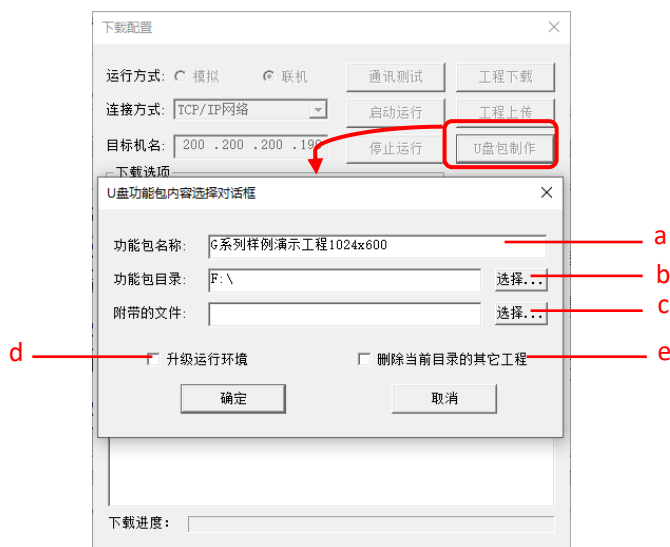

图 2.5-3 U 盘功能包制作
- ① 准备一只 FAT32 格式的 U 盘，插入电脑；
- ② 运行 McgsPro 组态软件，打开工程，进入下载配置界面；
- ③ 如图 2.5-3 所示，单击【U 盘包制作】→【U 盘功能包内容选择对话框】，功能包目录选择 U 盘目录，点击【确定】，完成 U 盘功能包制作；（可将多个不同名称的工程通过 U 盘包的方式制作到同一个 U 盘中）